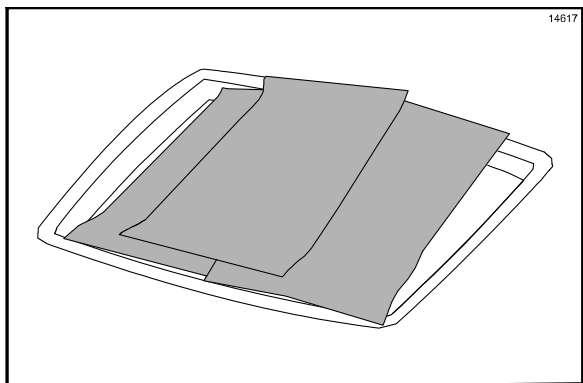

图 46
13. 将所有不粘膜平整地放在铁弗龙不粘膜储放盘内。请勿折叠、褶皱或将其放在尖锐物体上。不要在三槽下水池内清洗不粘膜。(请见图 46)